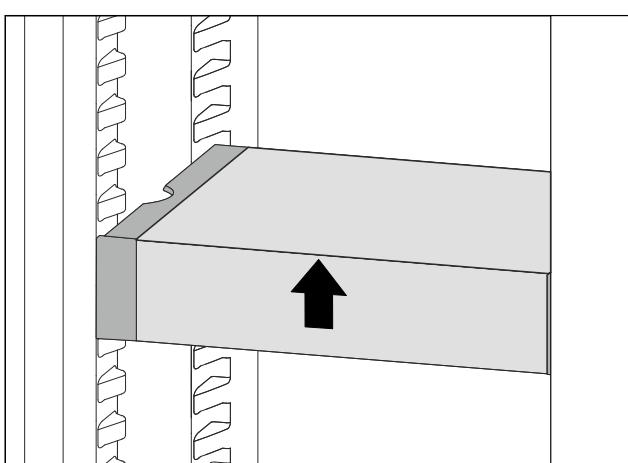

*Fig. 98*
- Наклонете VarioSafe в хладилната част. *Fig. 98 (1)*
- Извадете VarioSafe напред. *Fig. 98 (2)*